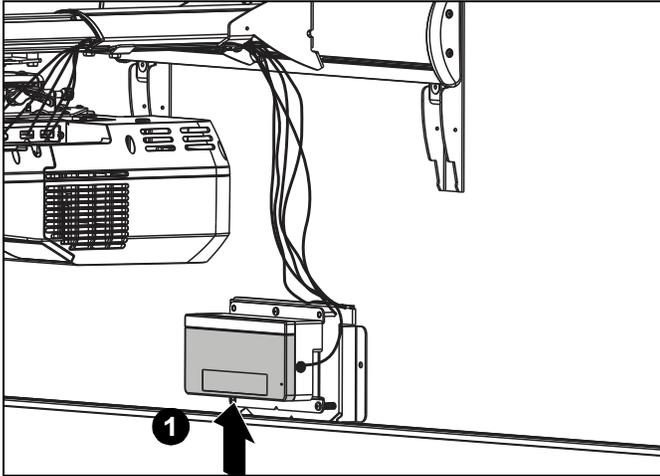

Figure 55
1. Remplacez le cache du capteur tactile, en utilisant la fixation restante dans le cache. (Voir figure 55)